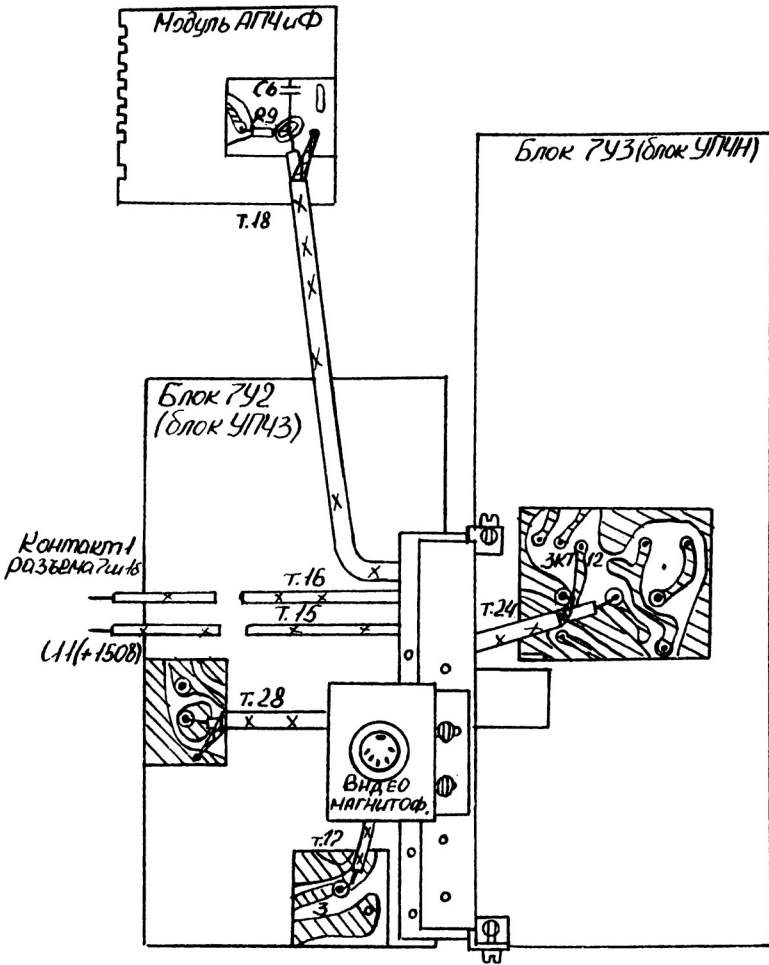

Рис.1. Соединение устройства сопряжения видеомаягнитофона с телевизорами "Электрон-701", "Рубин-401-1".
6. Установить и вмонтировать устройство сопряжения в телевизор согласно рис. 1, используя для установки 2 винта, которыми УПЧИ крепится к шасси телевизора.